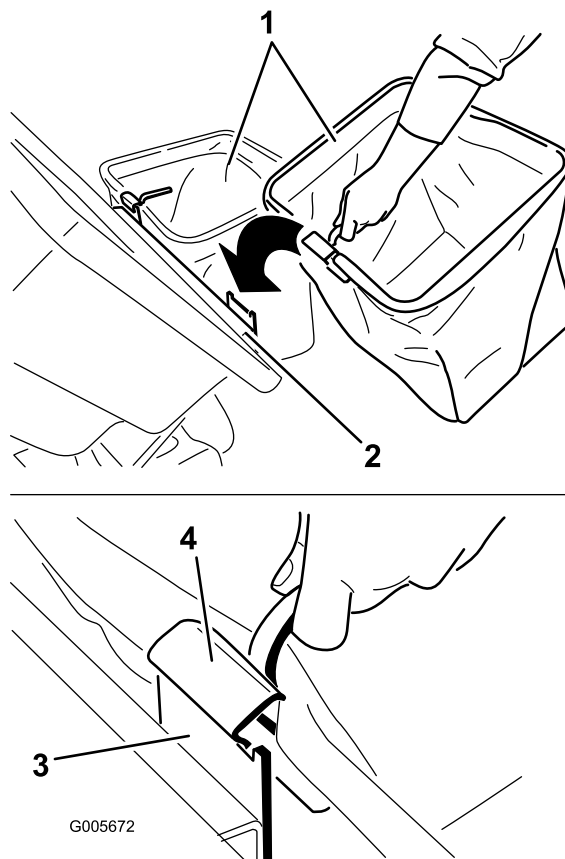

Figura 27
5. Montate i cesti facendo scorrere i ganci dei loro telai sulle staffe di ancoraggio (Figura 27).